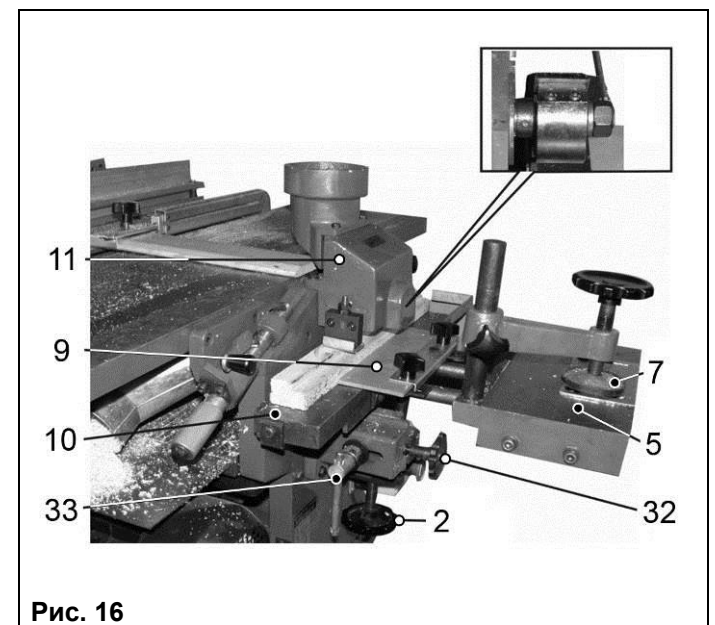
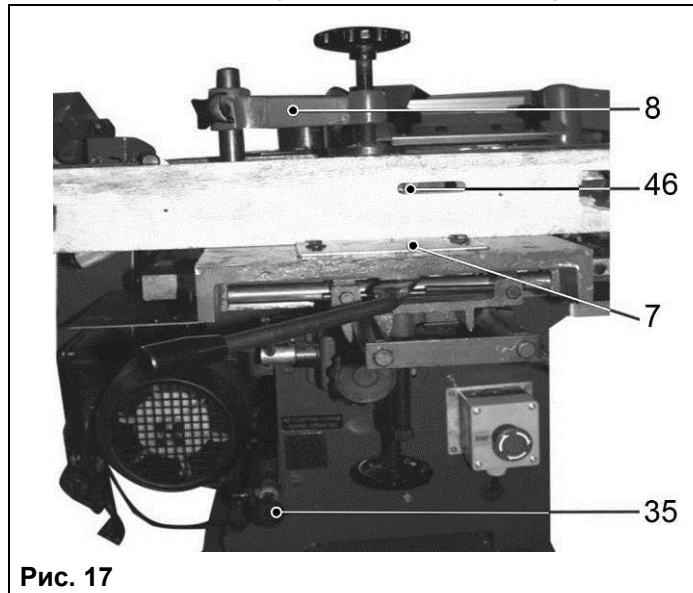

Рис. 16
Рис. 17
- перевести рычаг переключения (35) в положение «строгание/фрезерование», Рис. 17;
- поворотом ручки фиксации (33) ослабить фиксацию положения фрезерного рабочего стола (10);
- маховиком (2) установить необходимую высоту фрезерного рабочего стола (10);
- маховиком поперечного перемещения (32) установить положение фрезерного рабочего стола (10) относительно фрезерной головки (39);
- установленное положение фрезерного рабочего стола (10) зафиксировать ручкой фиксации (33);
- установить и закрепить подвижный упор (9) так, чтобы заготовка имела свободное продольное перемещение по фрезерному рабочему столу (10) и не имела поперечного перемещения;
- для удаления древесной стружки и пыли с рабочей зоны, патрубок кожуха фрезера (11) соединить с пылесосом для сбора стружки и древесной пыли (см. раздел 11.).
- 9.1.2. При выполнении фрезерных работ с использованием пальчиковой фрезы (46) необходимо:
- рычаг переключения (35) перевести в положение «строгание/фрезерование»;
- направляющий упор (7) установить в зависимости от глубины фрезерования / сверления.
9.2. Установки и настройки перед началом пильных работ (Рис. 16, 17, 18)